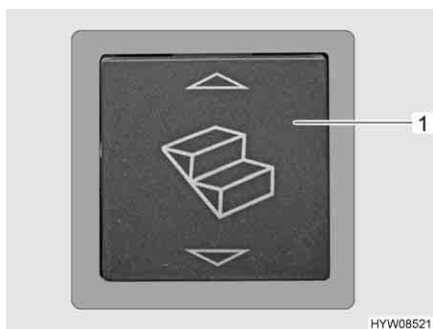

Fig. 2 Pulsante basculante dello scalino di ingresso (zona di ingresso)
- Premere il pulsante basculante (Fig. 2,1) nella zona di ingresso.